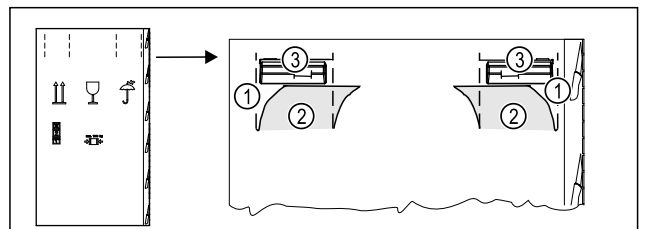

Fig. 5
- ▶ Trykk inn emballasjen på toppen av perforeringen Fig. 5 (1).
- ▶ Trekk ut de inntrykte klaffene Fig. 5 (2).
- ▶ Bærehåndtak Fig. 5 (3) høyre og venstre er synlig.
- ▶ Hold apparatet i bærehåndtakene Fig. 5 (3).